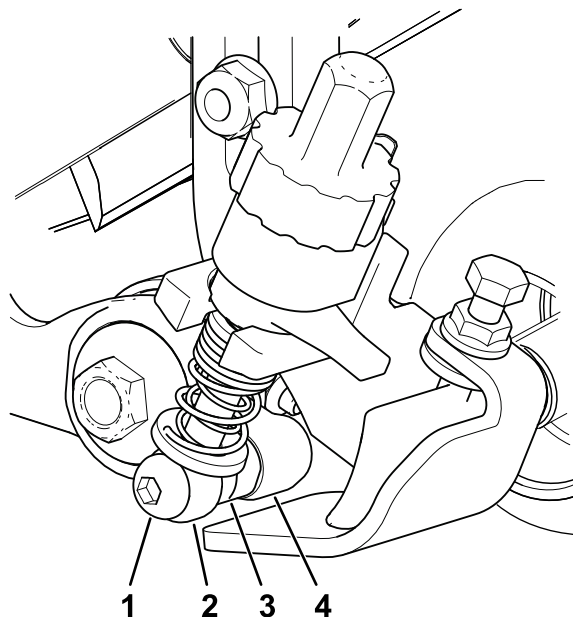

図 12
6. リールが回転しないようにしたら、駆動ボックスのシャフトの六角ヘッドを135-150 N·m 13.8-15.3 kg.m = 100-110 ft-lbにトルク締めする **図 12**を参照。
4. アイドラアセンブリ側で、刈高ブラケットのアジャスタアームを、アイドラアセンブリのアジャスタカラーに合わせて、ショルダボルトを使って図 12 のように固定し、ショルダボルトを 20-26 Nm 2.1-2.6 kg/m = 15-19 ft-lb にトルク締めする。